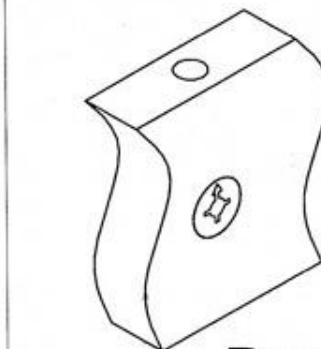

Рис. 1
Взять стенку заднюю выдвижного ящика и забить в соответствующие отверстия шканты (1). Соединить боковины ящика с задней стенкой. Фиксацию производить при помощи евровинтов (2). Далее положить каркас ящика на заднюю стенку и забить шканты (1) в соответствующие торцевые отверстия на боковинах ящика, и вставить стяжки растекс (3) (см.рис.1). После этого вставить дно ящика в пазы на каркасе ящика, таким образом, чтобы дно ящика вошло в паз на стенке задней ящика. Далее закрутить в переднюю панель ящика в